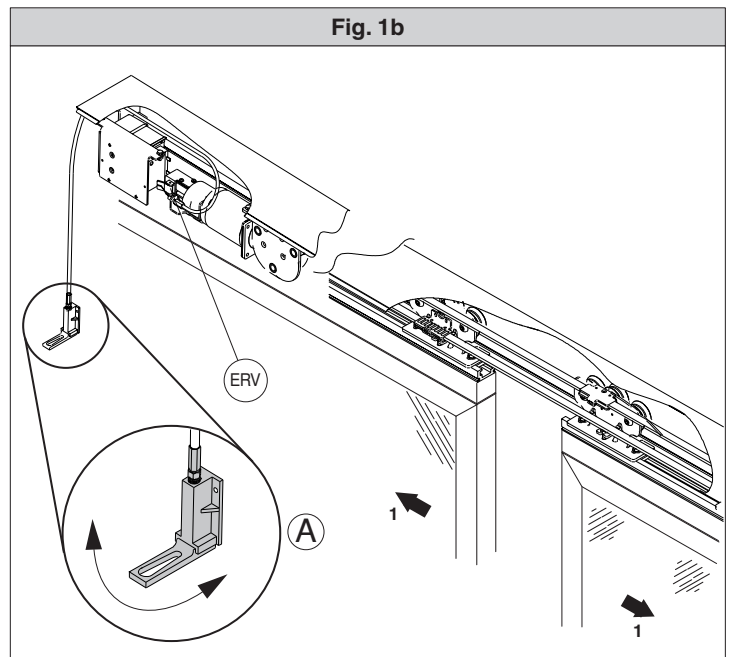

Fig. 1b
3.2) Con elettroserratura mod. ERV (fig. 1b).
In presenza del dispositivo elettroserratura mod. ERV, bisogna attivare il comando di sblocco manuale. La levetta di comando (fig.1b rif.A) è situata nei pressi della motorizzazione. Tirando verso il basso la levetta, l'elettroserratura viene sbloccata manualmente e le ante si possono spingere a mano nel verso di scorrimento apertura. Per ripristinare l'elettroserratura, spingere la levetta verso l'alto (fig.1b rif.A).